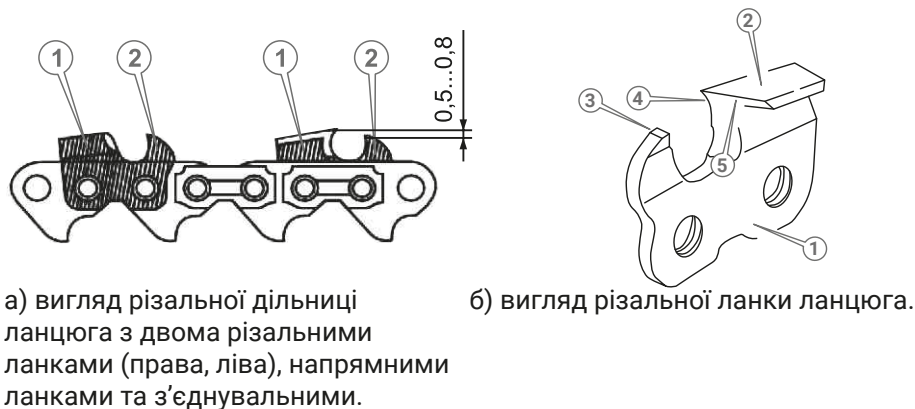
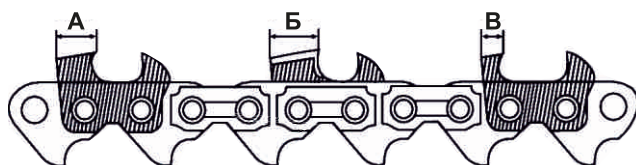

Рисунок 2. Схема конструкції різального ланцюга.
Рисунок 3. Довжина верхніх частин різальних ланок з горизонтальними лезами.
2. Кожна різальна ланка ланцюга (рис. 2б) складається з трьох лез: різальних (4, 3 рис. 2б) та обмежувального (2, рис. 2б). Перевірити, що горизонтальні леза (4, рис. 2б) різальних ланок не пошкоджені, не зношені повністю та можуть бути заточені з допомогою виробу в один розмір по довжині (рис. 3).
3. Перевірити стан лез (2, рис. 2) обмежувачів глибини різання, вони обробляються ручним напилком.
Ефективність роботи різального ланцюга залежить від різниці висоти між двома лезами (4, рис. 2б) та 2 (рис. 2б) різальних ланок. Оптимальний показник: висота різального горизонтального леза повинна бути більше висоти обмежувального на 0,5–0,8 мм (рис. 2а).
4. Перевірити стан вертикальних лез (3, рис. 2) різальних ланок.
(В, рис. 3) для того, щоб після заточування усі ланки мали однакову довжину.
Заточування ланцюга необхідно починати із заточування різальних лез (1, рис. 2). Довжина поверхонь (А, Б, В, рис. 3) усіх різальних лез ланцюга має бути однаковою. Якщо леза будуть мати різну довжину, це може призвести неякісного пиляння деревини та виведення з ладу пили.
Регулювання величини зняття металу з передньої поверхні заточувального різального зубця рекомендується виконувати по різальному зубцю з найменшою довжиною (В, рис. 3).
1. Перевірити шаблоном різницю висоти (рис. 2) між поверхнями зубців-обмежувачів та різальних.